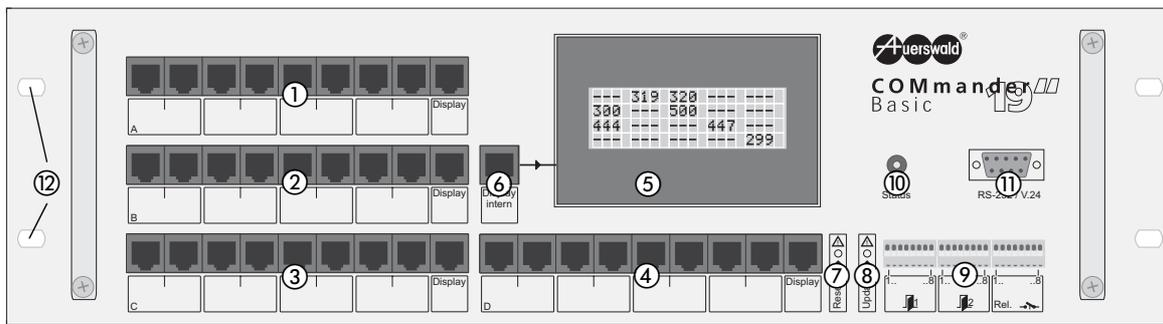

Abb. 15: Frontplatte des COMmander Basic 19"
Die Taster für Hardware-Reset und automatisches Anlagen-Software-Update sind sowohl bei geöffnetem Gehäuse auf der Basisplatine als auch bei geschlossenem Gehäuse mit einem geeigneten Werkzeug (z. B. mit einem sehr schmalen Schraubendreher) an der Frontplatte bedienbar (siehe Punkt ⑦ und ⑧ in Abb. 15 auf Seite 11). Entnehmen Sie die Funktion der Taster bitte dem Kapitel *Beschreibung der Basisplatine* im Installations- und Konfigurationshandbuch.
Die Gehäuse-LED (Punkt ⑩ in Abb. 15 auf Seite 11) zeigt Ihnen den Status des Gerätes an. Folgende Anzeigezustände können auftreten:
Die Eingangsbuchse des Systemdisplays (Punkt ⑥ in Abb. 15) wird über das beiliegende Patchkabel mit dem Display-Ausgang eines 8a/b-Moduls verbunden. Zur Verfügung stehen je nach verwendetem Steckplatz die Westernbuchsen mit der Bezeichnung „Display“ der Buchsenleisten A-D (B im Auslieferungszustand).